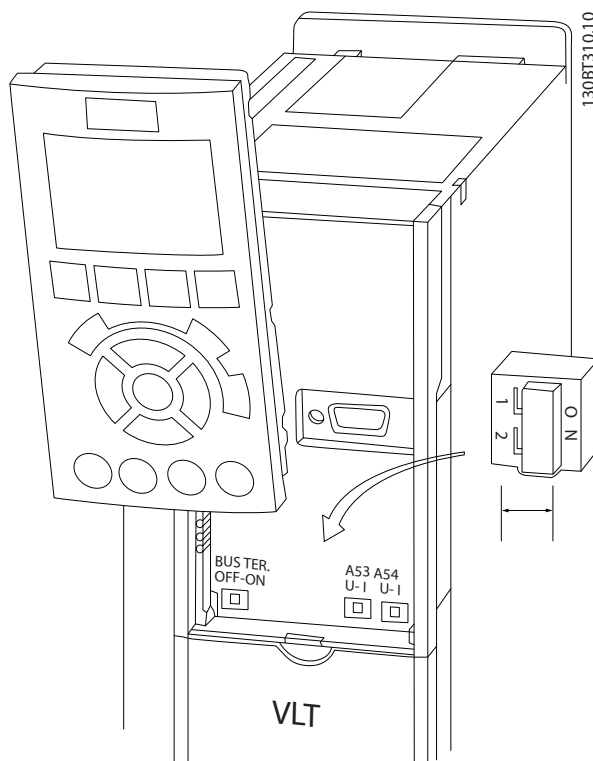

图 2.18 端子 53 和 54 开关及总线端接开关的位置
- 在拆下 LCP 后可以看到这些开关 (请参阅 图 2.18)。